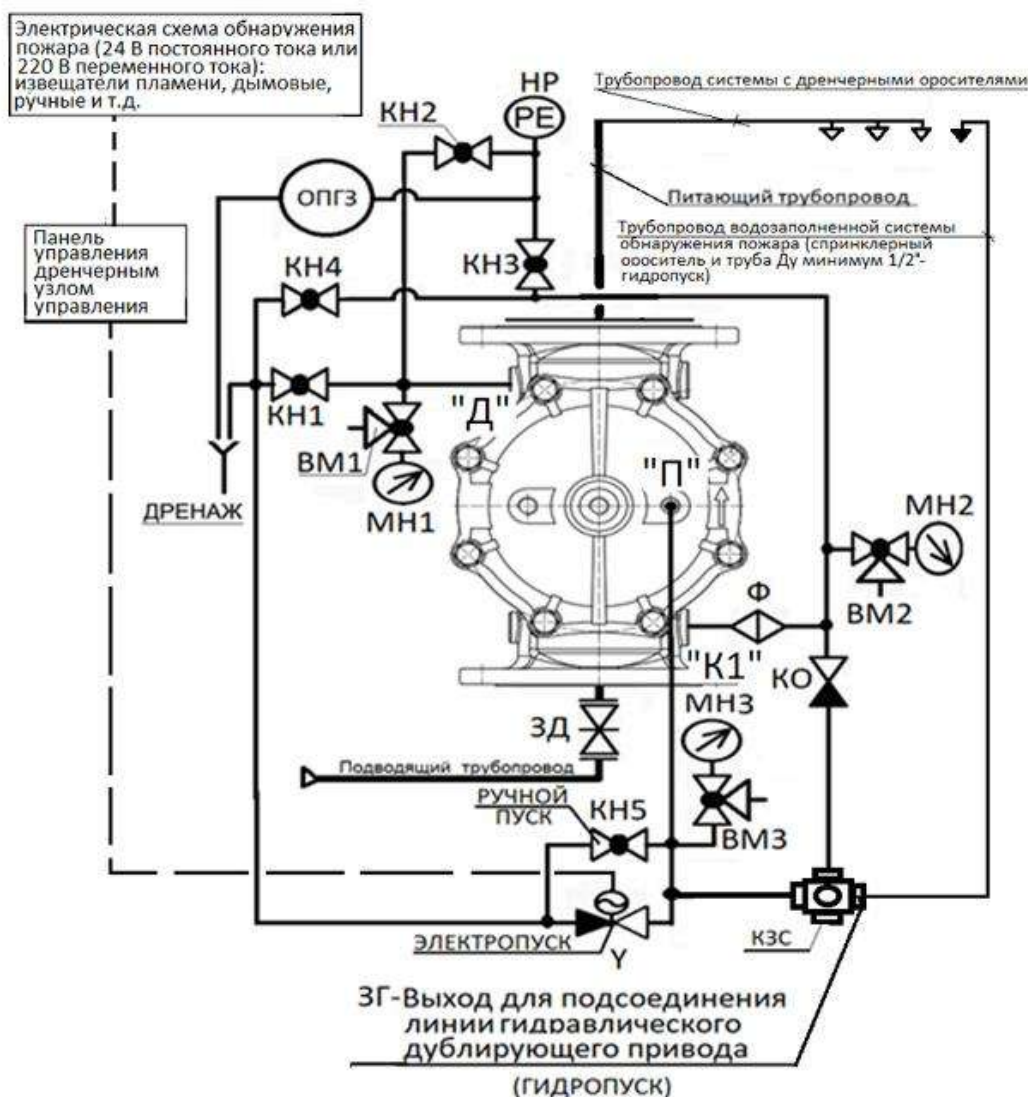

Рисунок 3. Схема гидравлическая принципиальная УУ с ручным, электрическим и гидравлическим пуском.
5.6 УУ дополнительной настройки и регулировки не требует. Последовательность приведения УУ в исходное состояние (дежурный режим) по схеме рис.3 (буквенное обозначение) и рис. 4 (позиционное обозначение) проводится в следующем порядке:
- провести проверку работы кранов КН1, КН2, КН3, КН4, КН5 и клапана электромагнитного У (рисунок 3) на герметичность прокладок и уплотнений, при необходимости, заменить;
- провести проверку работы клапана обратного КО (рисунок 3), на герметичность, при необходимости уплотнение заменить;
- провести разборку фильтра Ф (рисунок 3), почистить сетку, собрать фильтр;
- провести проверку работы клапана электромагнитного У (рисунок 3);